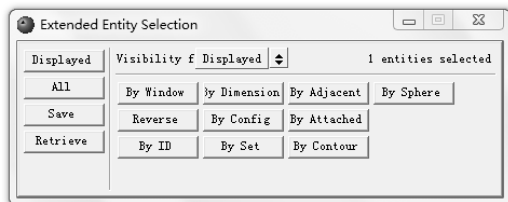
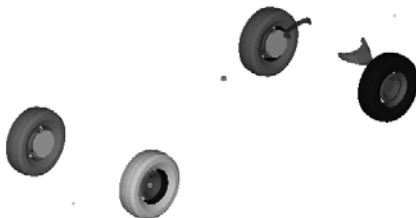

图 13-11 实体选择面板
图 13-12 隐藏与车顶关联的组件
- (1) 在 Action 栏下选择 Mask 选项。
- (2) 将 Entities 选择器设置为 Components。
- (3) 在图形区按 〈Enter〉键。
- (4) 单击 Components，进入二级实体选择面板，如图 13-11 所示。
- (5) 单击 By Attached 按钮。
- (6) 单击 Mask Selected 按钮，效果如图 13-12 所示。